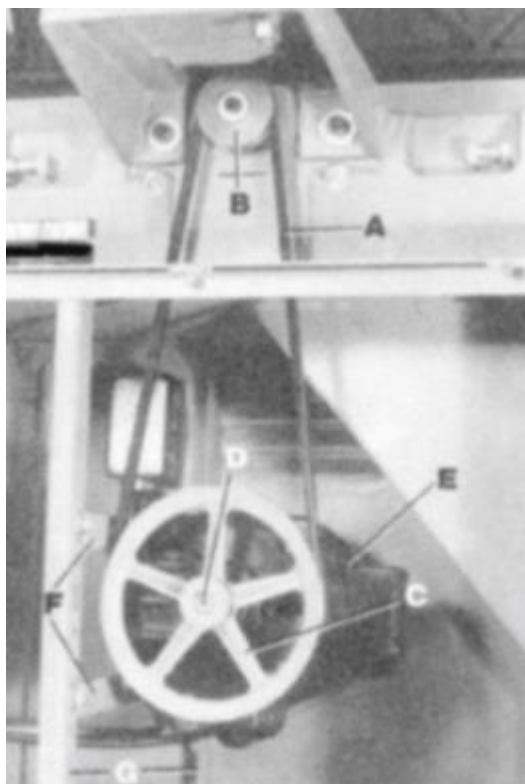

Рис. 12 Сборка ремня и выравнивание шкивов
5. Оберните ремень (А), Рис. 12, вокруг шкива фрезерной головки (В), через отверстие в станине фуговального станка и вокруг шкива двигателя (С), как показано на рисунке.
6. Используя линейку, убедитесь, что шкив двигателя (С), Рис. 12, совмещен со шкивом фрезерной головки (В).
7. Если необходима регулировка, то шкив двигателя (С), Рис. 12, можно перемещать внутрь или наружу на валу двигателя (D), или двигатель (Е) можно перемещать по монтажным планкам (F).
Соответствующее натяжение ремня достигается при возникновении прогиба около 1 дюйма в центральном промежутке ремня (А), Рис. 12, при легком нажатии пальцем. Если необходима регулировка, то ее можно выполнить следующими способами:
1. Подъем или опускание двигателя на монтажных планках двигателя (F), Рис. 12.